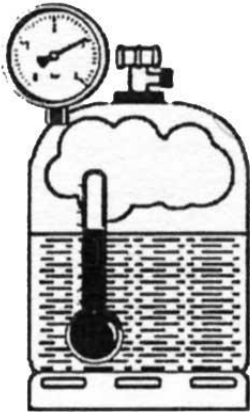

рис. 5
В баллоне (рис. 5) СУГ находится в жидком виде в нижней части (Т), и в парообразном состоянии под давлением – в верхней части (R).